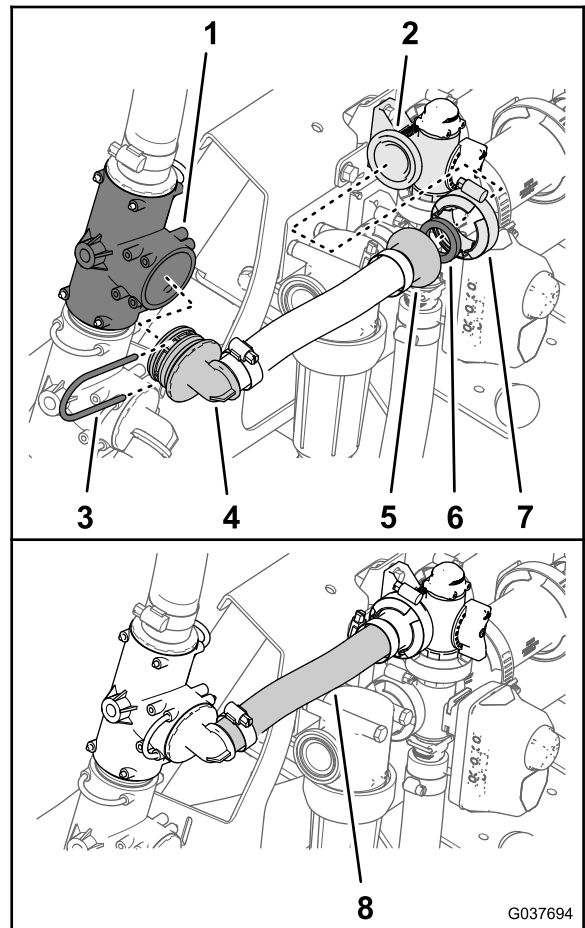

Figure 59
2. Fixez le raccord à 90° cannelé du flexible de dérivation d'agitation (25 x 254 mm) au raccord en T supérieur (Figure 59) à l'aide de l'étrier que vous avez retiré à l'opération 2 de Dépose des flexibles de dérivation d'agitation et d'alimentation du pulvérisateur (page 18).
3. Fixez le raccord à bride cannelé du flexible de dérivation d'agitation et le joint (25 x 35 mm) sur la bride de la vanne de dérivation d'agitation (Figure 59) à l'aide d'un collier bride (40 à 64 mm).